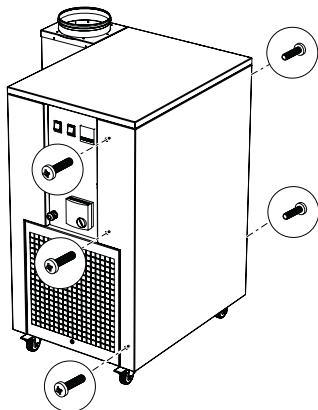

ABB. 14: Schraube für Wartungsklappe
1. Schrauben durch Drehen im Gegenuhrzeigersinn entfernen. „ABB. 14: Schraube für Wartungsklappe“